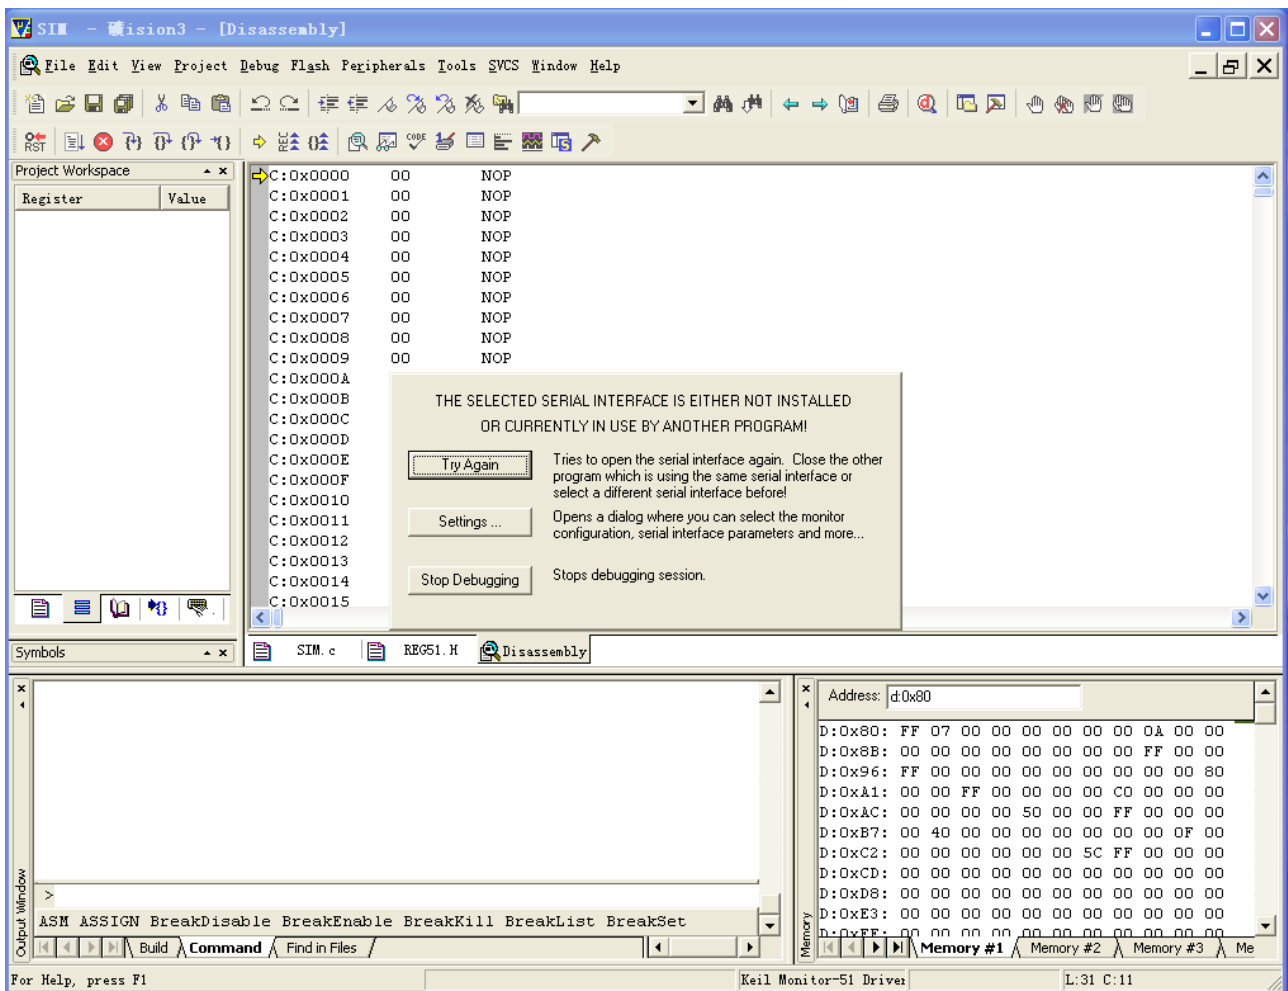

图 4-5. USB 端口号没有配置正确
2. USB 端口号必须选择正确，否则会出现如下图 4-5 所示的通信错误提示。